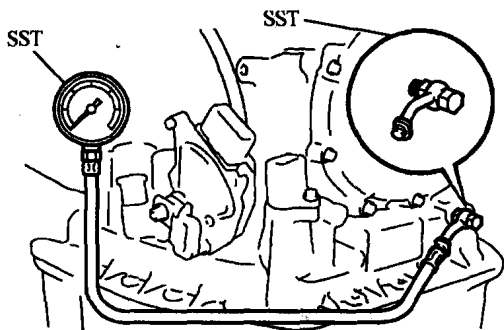

图 1-4 检测自动变速器油压
(3) 自动变速器油压测试 如图 1-4 所示,使用专用油压表测量管路油压。接口位置因车而异,低速时主油压通常控制在 $0.3 \sim 0.8 \text{ MPa}$,高速时主油压通常控制在 $1.2 \sim 1.4 \text{ MPa}$,倒挡时主油压通常控制在 $1.6 \sim 1.8 \text{ MPa}$,具体数值请参阅原厂维修手册。
(4) 检查连接状况 检查自动变速器变速杆与手动阀摇臂之间的连接,手动阀摇臂与手动阀之间的连接。